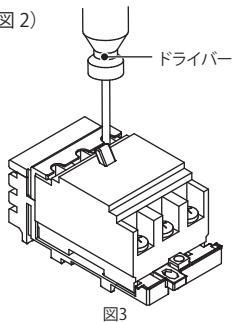

図3
- ③ 電源側端子を適正締付トルク一覧表の値で締め付けてください。(図 3)